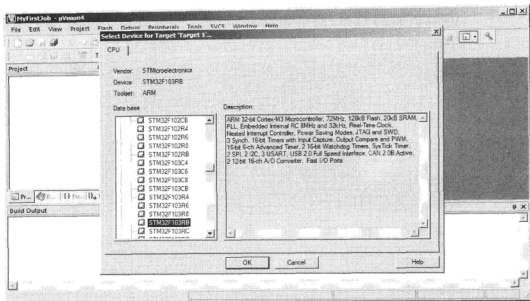

图 4.4.12 选择器件类型
b) 接着步骤 a) 保存之后, 弹出窗口选择器件类型。此处根据实际情况选取, 作者使用的是 STMicroelectronics 的 STM32F103RB 系列。如图 4.4.12 所示, 可以看到右侧显示了该型号 STM32 器件的一些特性, 比如 72 MHz、128 KB Flash、20 KB SRAM 等资源都是非常丰富的。